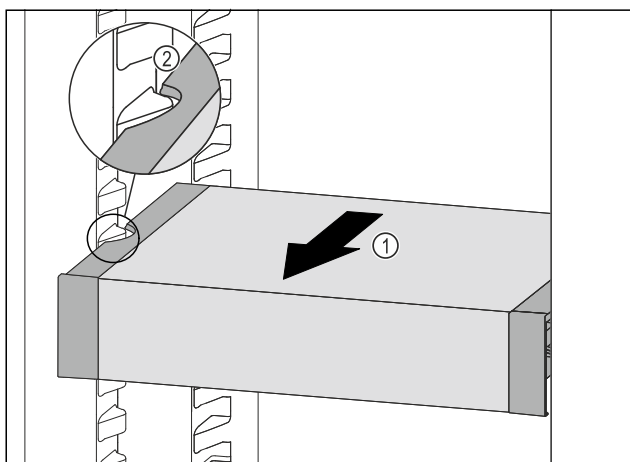

Fig. 68
- ▶ Тяните VarioSafe вперед Fig. 68 (1), пока боковые выемки VarioSafe не окажутся на высоте выступа резервуара в холодильном отделении. Fig. 68 (2)